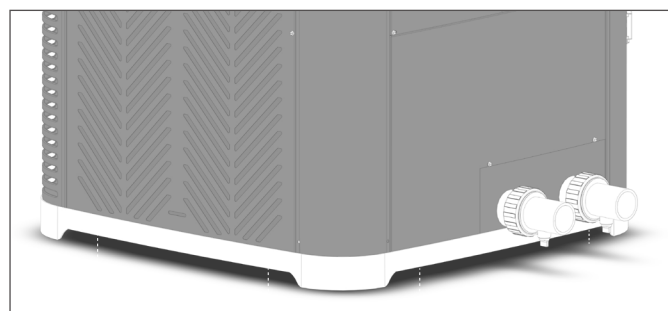

Figure 4. Configuration de la base, manutention
**REMARQUE:** La base présente des zones en retrait permettant l'insertion d'un chariot à main ou des mains sans se pincer les doigts, comme illustré en Figure 4.